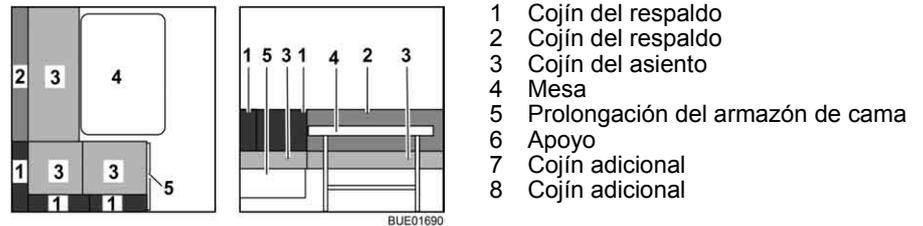

Fig. 110 Antes de la transformación
- Transformar la mesa (Fig. 110,4) en base de cama (véase apartado 6.12).
- Quitar los cojines del respaldo (Fig. 110,1 y 2) y ponerlos a un lado.